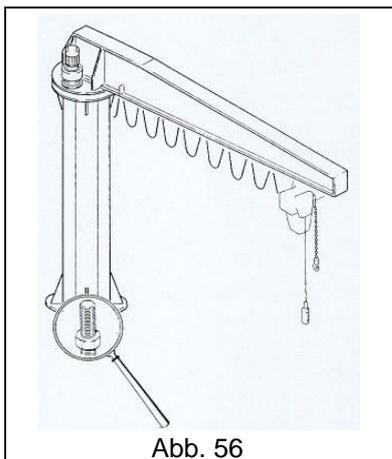

Abb. 56
- STETS** die Hinweise und Anweisungen in den Handbüchern für Installation und Gebrauch beachten und die Unversehrtheit der Komponenten und Teile des Krans überprüfen (Abb. 56).